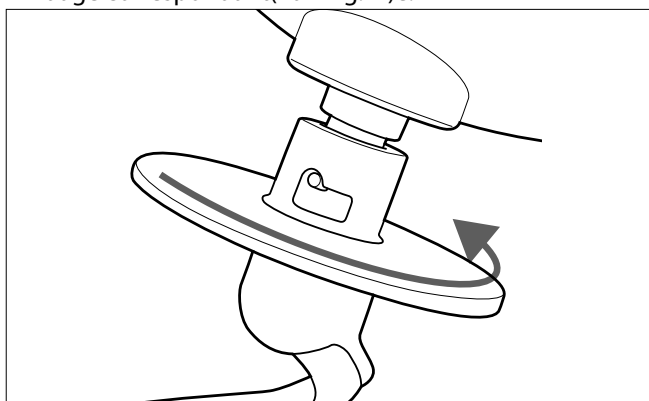

Fig. 7 – Bloquer l'instrument de mesure
- ▶ Poussez l'instrument de mélange vers le haut et tournez-le dans le sens des aiguilles d'une montre jusqu'à ce qu'il s'enclenche. Un instrument de mélange ne peut être installé et tourné correctement que lorsque la patte de guidage se trouve dans la rainure de guidage correspondant (voir Fig. 7)e.